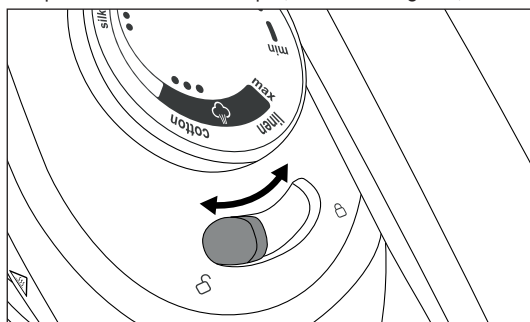

Fig. 14
- ▶ Acționați întotdeauna comutatorul de blocare ④ când doriți să transportați aparatul. În acest fel este împiedicată alunecarea și căderea fierului de călcat de pe suprafața de așezare ⑥.
- ▶ În timpul transportului, țineți aparatul întotdeauna ferm de mânerul fierului de călcat, niciodată de mânerul rezervorului de apă ⑩. Rezervorul de apă ⑩ s-ar putea desprinde de stația de bază și aparatul poate cădea și se poate deteriora.
- ◆ Înainte de transportarea aparatului, împingeți comutatorul de blocare ④ de la fierul de călcat în direcția simbolului de lacăt închis  (a se vedea fig. 14). Fierul de călcat este ferm blocat pe suprafața de așezare ⑥ și nu poate cădea.
- ◆ Împingeți comutatorul de blocare ④ în direcția simbolului de lacăt deschis  pentru a desface blocajul (a se vedea fig. 14).